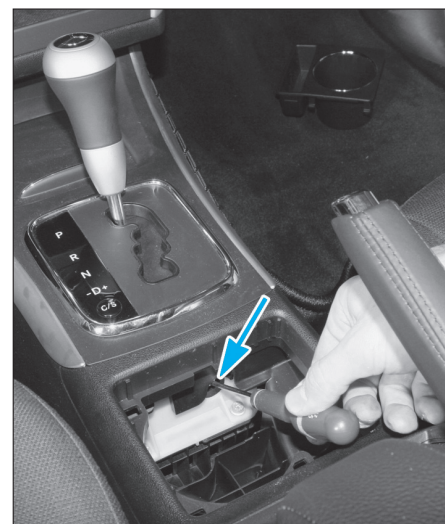

FIG. 12
- Appuyer sur le boulon de déverrouillage (flèche) et dégager simultanément le levier sélecteur de la position "P" (Fig.12).